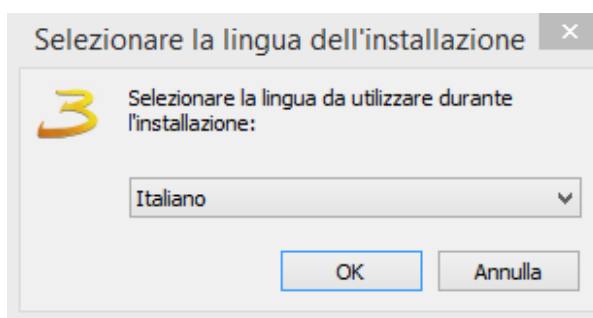

Figura 2.3: Selezione lingua.
- a) Si chiede di inserire la lingua di installazione e premere OK, come in figura 2.3.